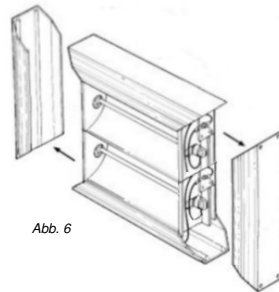

Abb. 6
4. Entfernen Sie die Blenden um an die Verbindungen zu kommen. (s. Abb. 6)